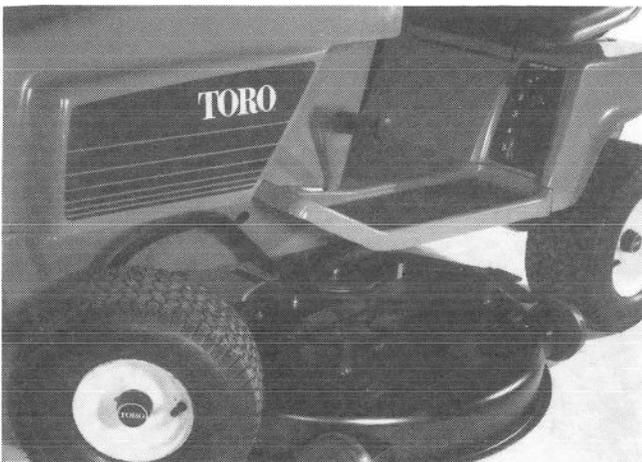

Fig. 22
2. Abaisser l'unité de coupe sur les roues et les rouleaux et la faire glisser (avant d'abord) de sous le tracteur (Figure 22).